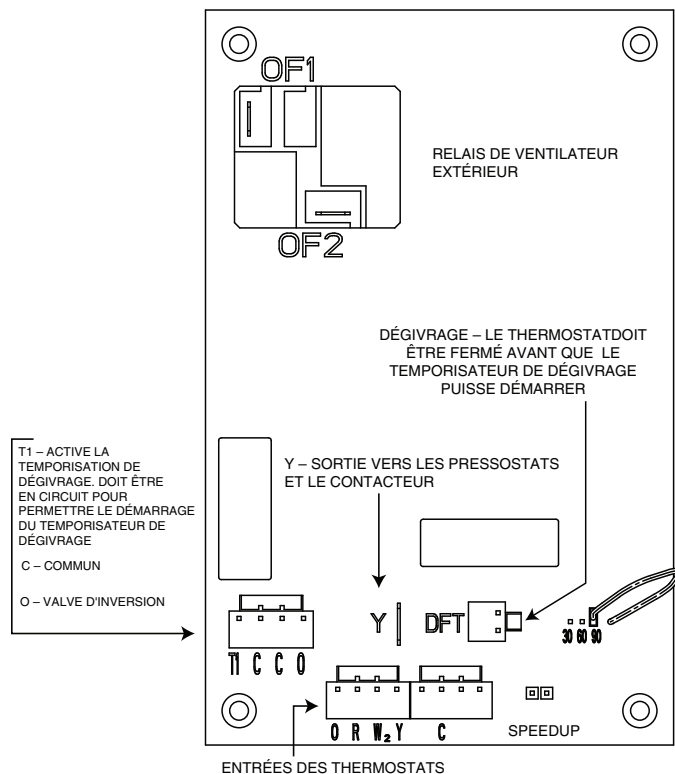

Figure 13 – Commande de dégivrage
2. Débranchez le fil du moteur de soufflante extérieure de la borne OF2 du tableau de commande (voir Fig. 13). Isolez le fil pour éviter un court-circuit à la masse.